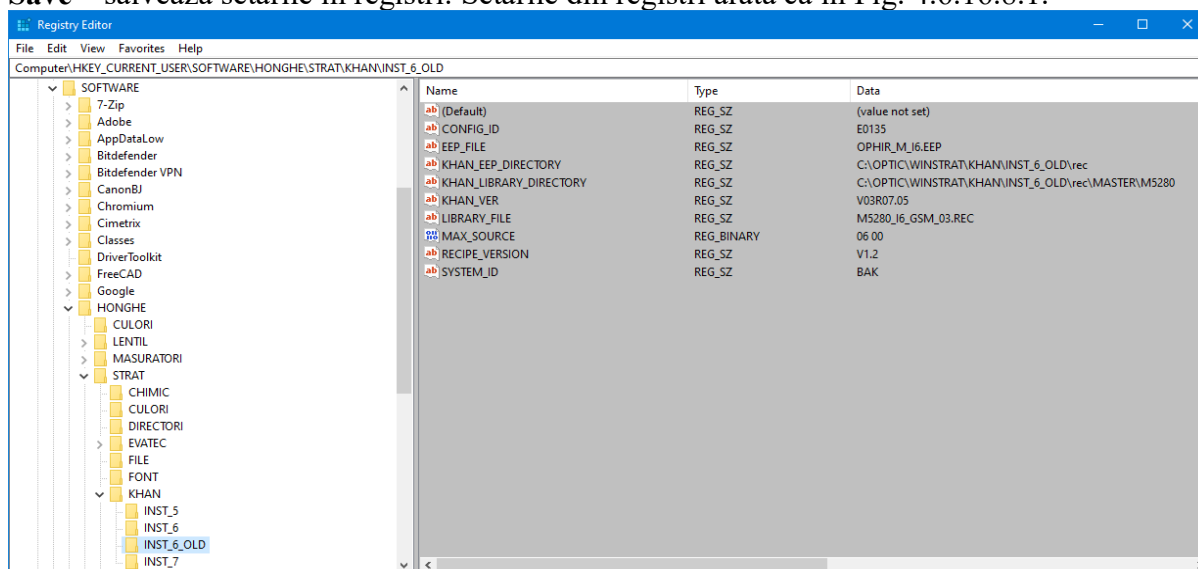

Fig. 4.6.16.8.1
- **Save** – salveaza setarile in registri. Setarile din registri arata ca in Fig. 4.6.16.8.1.
ATENTIE! Programul *STRAT* mai utilizeaza niste fisiere in care sunt setarile. Aceste fisiere se gasesc in ...\*DEVICES\INST\_VID* si au forma din Fig. 4.6.16.8. Aceste fisiere se editeaza manual. Cand se schimba setarile trebuie actualizate si aceste fisiere.